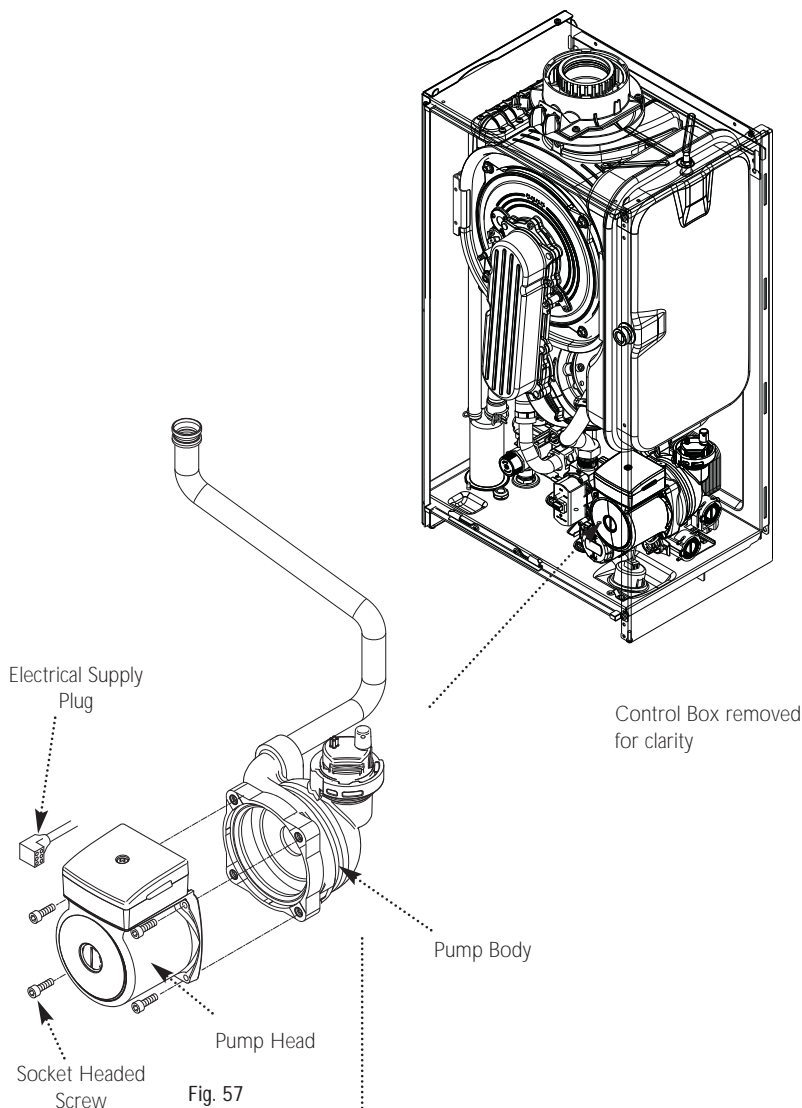

Fig. 57
13.10 Pump - Head Only (Fig. 57)